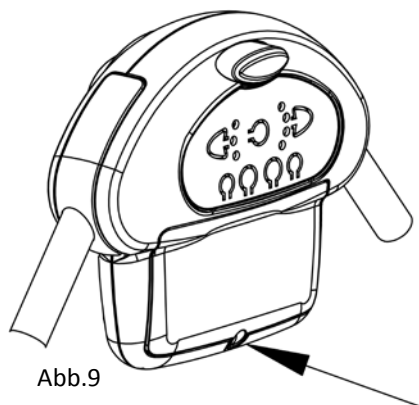

Abb.9
9. Für den Batteriebetrieb (Batterien nicht enthalten) schrauben Sie die Batteriefachabdeckung ab. Legen Sie 4x 1,5V „C“ Batterien ein und schließen Sie dann wieder die Batteriefachabdeckung (Abb. 9).
9. Running on batteries (not included) unscrew the locking cover as below. Insert 4 1.5V "C" batteries and lock the cover as fig.9.